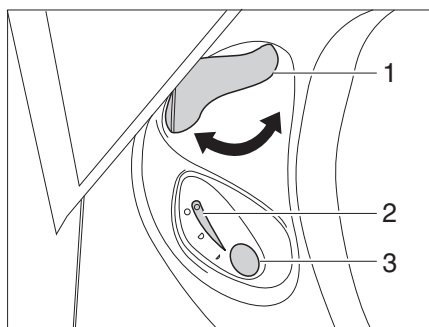

Fig. 142 Unidad de mando inodoro Thetford
- Antes del lavado, abrir la corredera del inodoro Thetford. Para ello, girar la palanca de corredera (Fig. 142,1) en sentido contrario a las agujas del reloj.
- Para lavar, pulsar el botón de lavado azul (Fig. 142,3).
- Tras el lavado, cerrar la corredera. Para ello, girar la palanca de corredera (Fig. 142,1) en sentido de las agujas del reloj.
La luz de control (Fig. 142,2) se enciende cuando es necesario vaciar el cassette Thetford.
- Girar la palanca de corredera (Fig. 142,1) en sentido de las agujas del reloj. Se cierra la corredera. Para el vaciado **debe** estar cerrada la corredera en el inodoro Thetford.